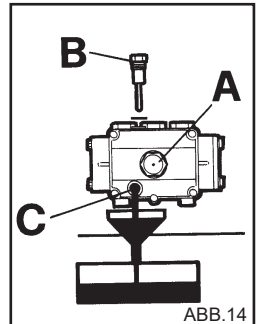

ABB.14
Kontrollieren Sie regelmäßig den Ölstand der Hochdruckpumpe über das Schauglas (Abb. 14 A) oder über den Ölmesstab (Abb. 14B).
2) Schrauben Sie den Deckel mit dem Ölmesstab ab (Abb. 14).